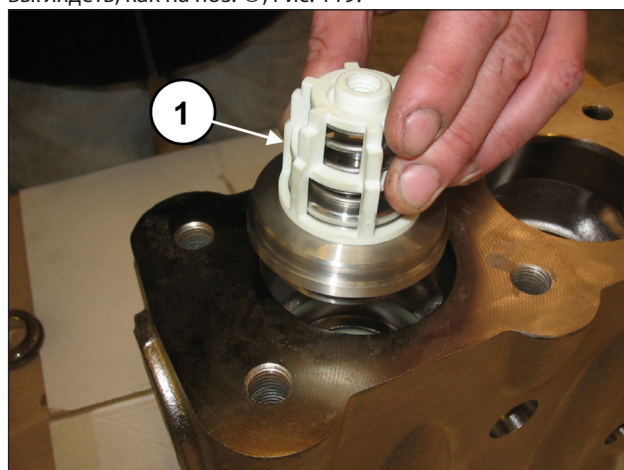
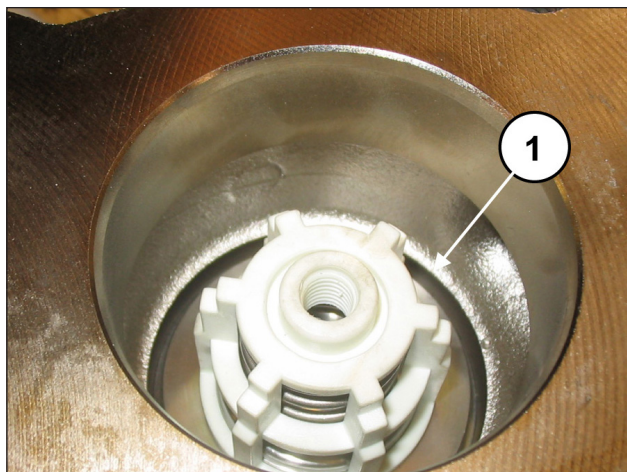

Рис. 118
Рис. 119
Вставьте узел нагнетательного клапана (поз. ①, Рис. 118). Клапанный узел должен быть вставлен до упора и выглядеть, как на поз. ①, Рис. 119.